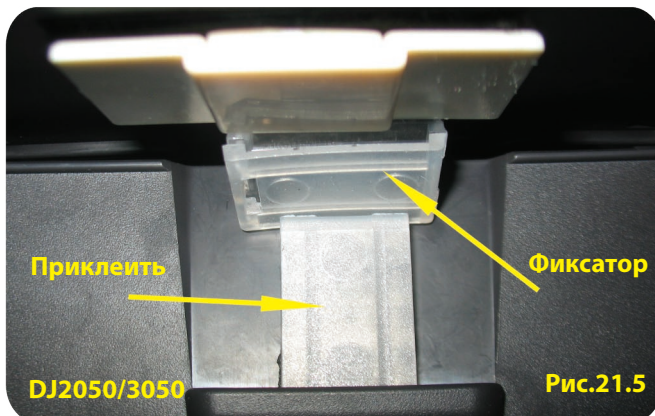

Рис.21.5
3.6.7. Закройте крышку отсека с картриджами (Рис. 21.5). Для фиксации крышки наклейте на нее упор из держателя "клипса". Второй держатель очистите от скотча и вставьте между наклеенным и т-образным держателями. Таким образом он будет служить упором и при необходимости можно будет его убрать и открыть крышку.